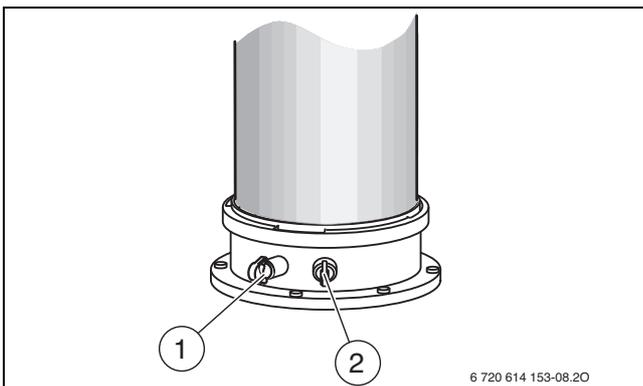

Fig. 48 Buse de mesure des fumées et de l'air de combustion
- ▶ Retirer le bouchon de la buse de mesure des fumées [1] (→ fig. 48).